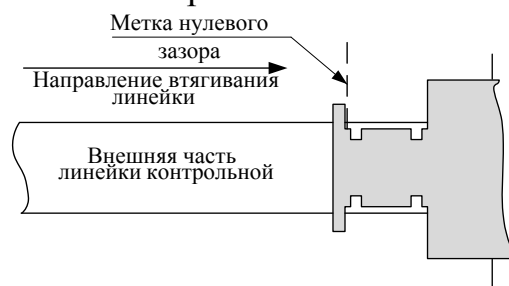

Рис.3. Схема нулевой отметки на контрольной линейке по Т-образной планке (сердечник прижат к ближнему усовику)
- сделать на верхней плоскости контрольной линейки метку нулевого зазора карандашом или чертилкой по границе плечика Т-образной планки (см.рис.3);